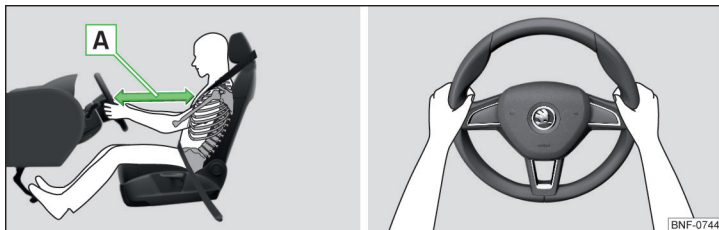

Fig. 2 Korrekt siddeposition for føreren / Sådan holder du korrekt på rattet.
- ✓ Indstil førersædet på en sådan måde, at pedalerne kan trædes helt ned med let bøje ben, og afstanden mellem rattet og brystbenet er mindst 25 cm » Fig. 2 – [A].
- Under kørsel skal du have begge hænder på rattet. Tag fat om rattets sider på den yderste kant – i en position svarende til klokken 9 og 3 » Fig. 2. Hold aldrig på rattet i en position svarende til klokken 12 eller i en anden position (fx i midten af rattet og på den indvendige side af rattet). Ellers kan man pådrage sig alvorlige kvæstelser på arme, hænder og hoved, når airbaggen udløses.